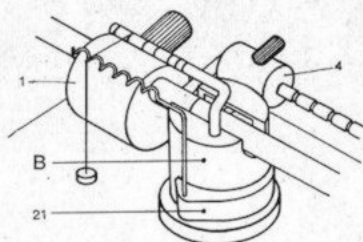

Abb. 2
Wie das Antiskatinggewicht anzubringen ist, zeigt Abbildung 2.
Tabelle 2 zeigt in der horizontalen Spalte für die Auflagekraft von 1,5 pond im Schnittpunkt mit der vertikalen Spalte der Spitzenverrundung von 18 µm, daß das Antiskatinggewicht von 1 g benutzt werden muß, dessen Haltefaden in die Kerbe Nr. 6 des Bügels (2) einzuhängen ist. Gemäß Abb. 2 wird das Gewicht sodann über die benachbarte Wendel des Halters (21) geführt, so daß es frei schwebt.